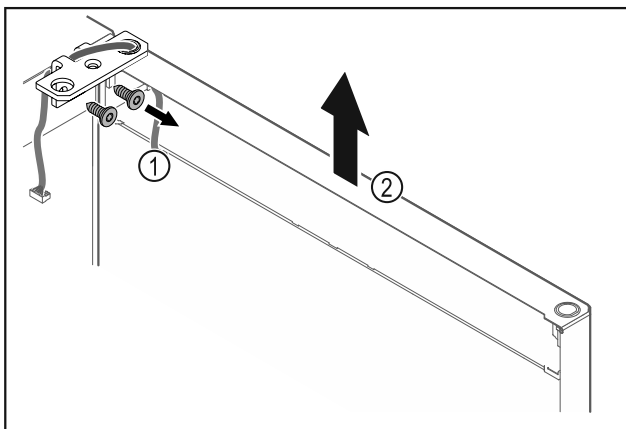

Fig. 19
- ▶ Развинтете ъгъла на пантата Fig. 19 (1).
- ▶ Повдигнете вратата заедно с ъгъла на пантата Fig. 19 (2) приблизително 200 mm право нагоре и я свалете.